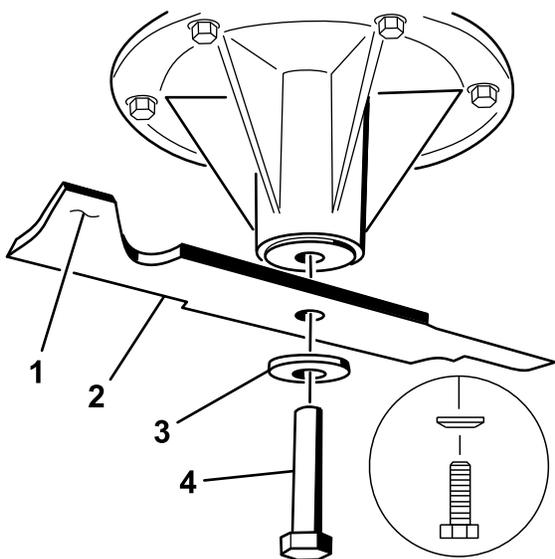

Figura 96
2. Retire del eje el perno de la cuchilla, la arandela curva y la cuchilla (Figura 96).
- Si la cuchilla no está equilibrada, rebaje algo el metal en la parte de la vela solamente con una lima (Figura 96).